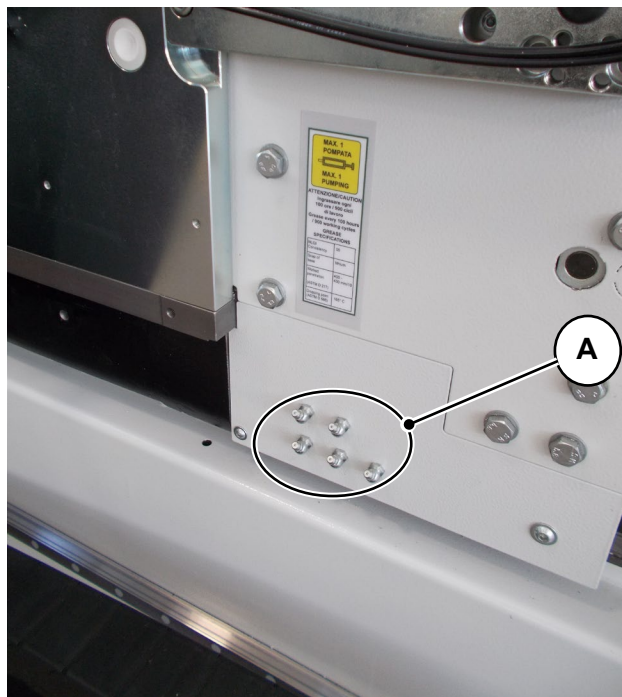

Fig. 09-04
- Aproximadamente a cada **200 horas** de trabalho, é necessário engraxar, através dos bicos “A” (Fig. 09-04) (5), com a seringa fornecida, as corrediças de recirculação de esferas das guias.